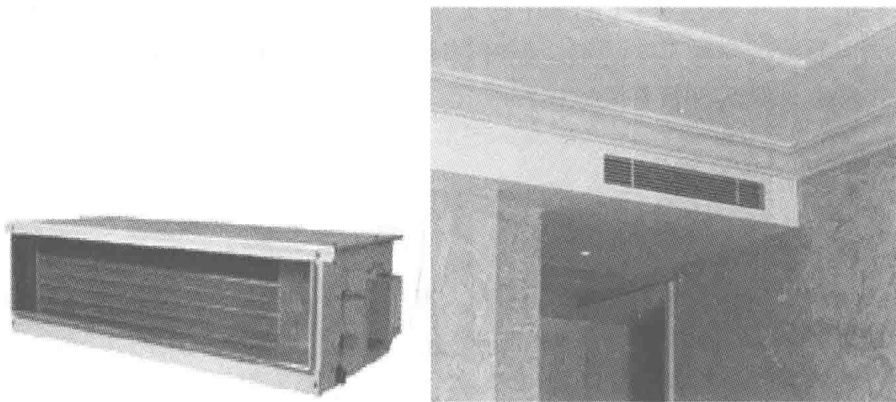

图 1-7 分体吊顶式空调器暗装室内机
1) 分体吊顶式空调器室内机采用暗装的方式, 如图 1-7 所示。其特点是机组安装后, 仅有风口暴露于视线, 不会破坏室内布置的和谐。